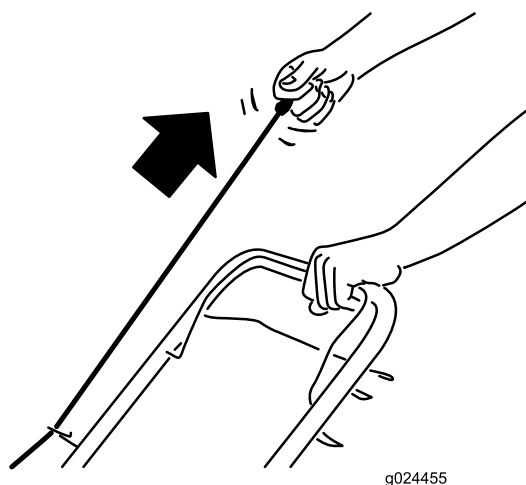

Figure 13
2. Tirez légèrement la poignée du lanceur (Figure 13) jusqu'à ce que vous sentiez une résistance, puis tirez vigoureusement et laissez le lanceur se rétracter lentement jusqu'au guide-câble sur le guidon.